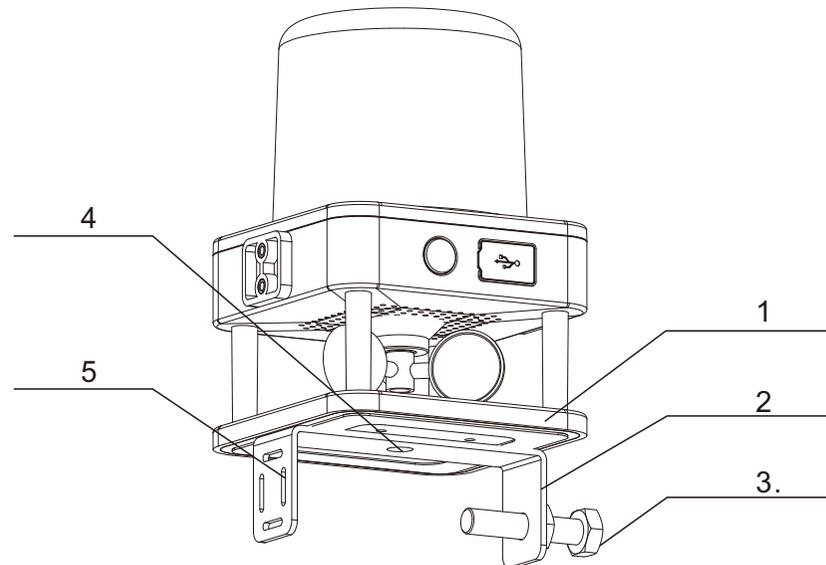

图5
2)、圆柱型围栏，根据不同围栏的直径，选择配件包中相对应3种规格的不锈钢喉箍，穿过图5中所示的喉箍安装孔，用喉箍固定在圆柱围栏上，锁紧不锈钢喉箍。